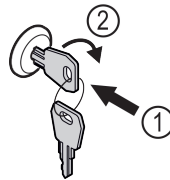

Fig. 171
- ▶ Пъхнете ключа. Fig. 171 (1)
- ▶ Завъртете го на 90° по посока на часовниковата стрелка. Fig. 171 (2)